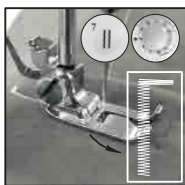

Fig.18
- (3) Elija el patrón de la puntada #7, encienda el interruptor y cosa en el paño en la longitud conveniente, luego apague el interruptor. Tenga en cuenta que trate de mantener la puntada cosida en línea recta (Fig. 18).